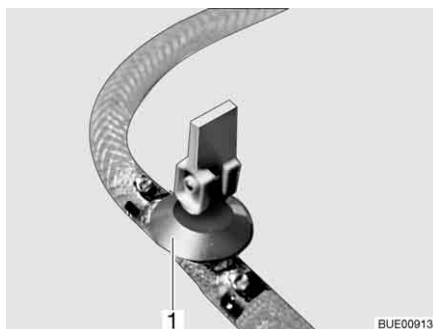
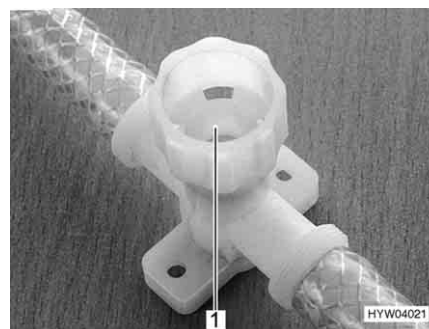

Fig. 248 Robinet de vidange (avec levier à bascule)
Fig. 249 Robinet de vidange (avec capuchon tournant)
- Ouvrir tous les robinets de vidange. Placer pour ce faire le levier à bascule (Fig. 248,1) à la verticale ou faire tourner le capuchon du robinet de vidange (Fig. 249,1) dans le sens inverse des aiguilles d'une montre.